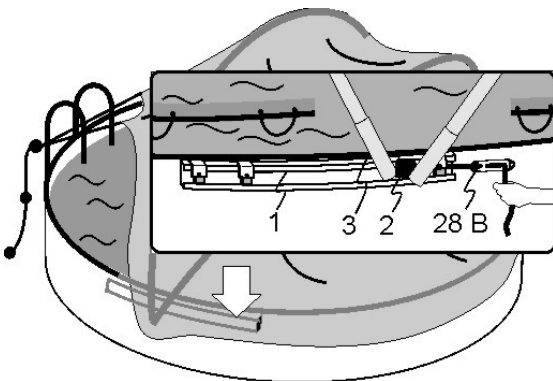

Abb. 10.3
Das Zugseil an die Einstiegsleiter anhängen. Cabrio Dome entlang des „C“ Profils (1) schieben und das Seil (4) im Schieber (2) in den Spanner (28/B) einklemmen. (Abb. 10.3)